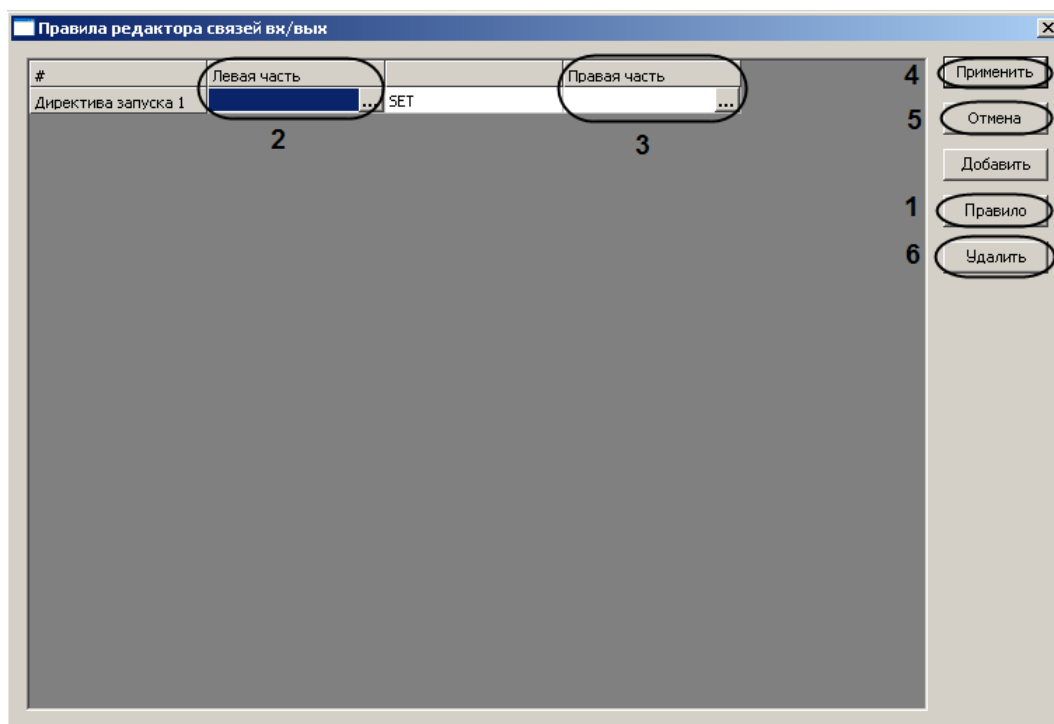

Рис. 3.6—25 Задание правил инициализации
*Примечание. Для удаления правила необходимо выделить соответствующую строку и нажать кнопку **Удалить** (см. Рис. 3.6—25, 6).*
2. Задать левую часть правила, нажав на кнопку  в столбце **Левая часть** (см. Рис. 3.6—25, 2).